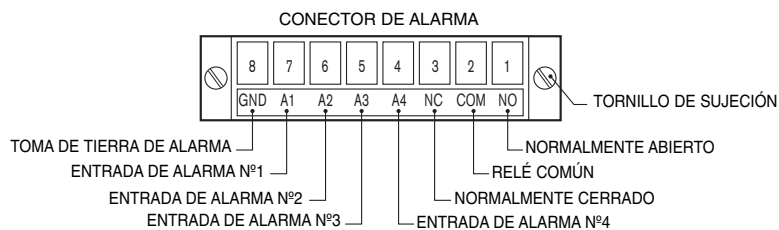

Figura 2
- 4.5.4. Si se están utilizando las entradas de alarma o las salidas de relé, conecte los cables adecuados pelados al conector de alarma de 8 patillas de acuerdo con la FIGURA 2.